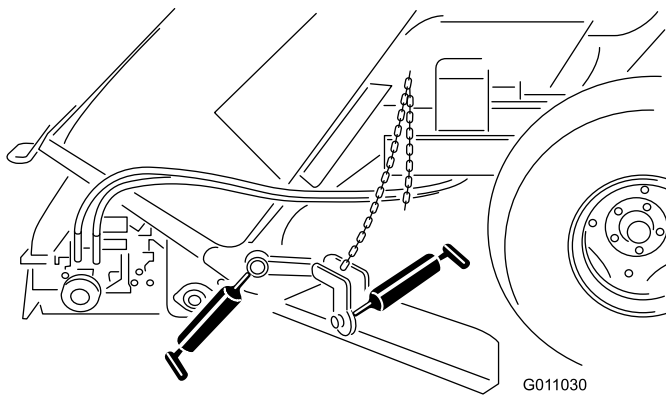

Bild 37
- Windrow-Messerbefestigung (Bild 37).
- Windrow-Messernabe (Bild 37)